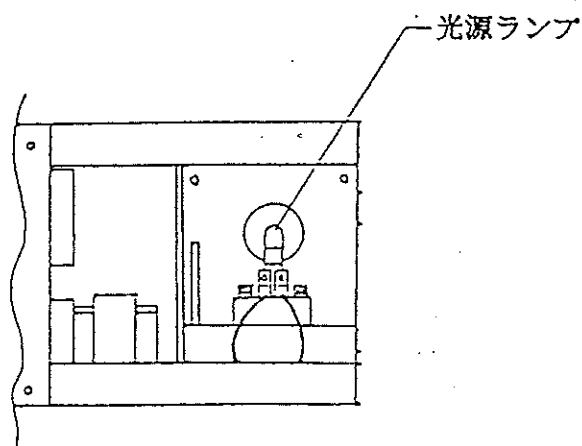

図4 光源ランプの交換
- ① 本体の左側面にある4本のネジをゆるめフタを開けます。(図4参照)
- ② ランプを上方向に引き抜いて下さい。
- ③ ランプに直接手を触れないで、カバーの上からランプを持ってソケットに差し込んで下さい。
- ④ ランプのガラス面にほこり等が付着している場合は、アルコールを浸した柔らかい布(ガーゼ等)で拭きとって下さい。
- ⑤ POWERスイッチをOFFにした直後は、ランプの表面が高温になっていますので取扱に注意して下さい。
- ⑥ 光源ランプ(ハロゲンランプ)の寿命は約2000時間です。これは使用状況により異なりますので目安とお考え下さい。